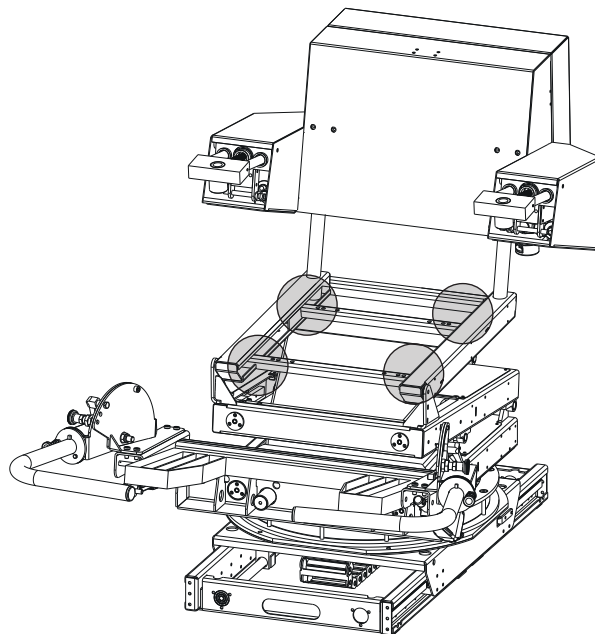

Abbildung 23. Hebepunkte
2. Befestigen Sie Hebebänder diagonal an mindestens 2 der in *Abbildung 23* dargestellten Hebepunkte.
5. Befestigen Sie Hebebänder diagonal an mindestens 2 der in *Abbildung 23 „Hebepunkte“*, Seite 35 dargestellten Hebepunkte.